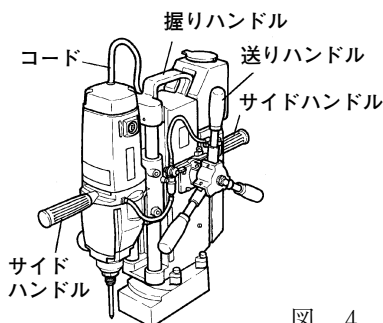

図 4
- 移動の際は、送りハンドルを自動にし（16ページ「使い方」の7項参照）、電気ドリルが動かないように固定してください。（図4）